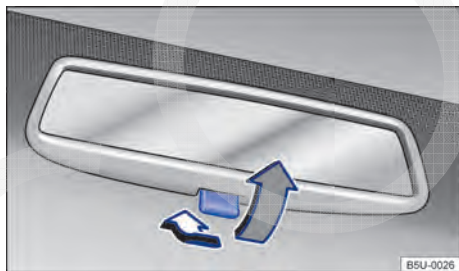

Fig. 60 Espelho retrovisor interno com antiofuscante manual.
- Posição noite: puxar a alavanca → Fig. 60 (seta cinza), para evitar o ofuscamento dos faróis dos veículos que trafegam atrás.